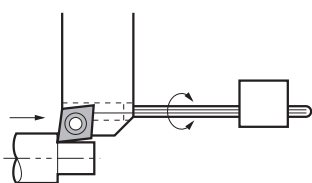

Fig.1
1. Die Verschlusschraube kann von der Rückseite aus betätigt werden und ermöglicht ein einfaches Wechseln von Wendeschneidplatten auf Swiss Type-Langdrehautomaten. (Abb. 1)